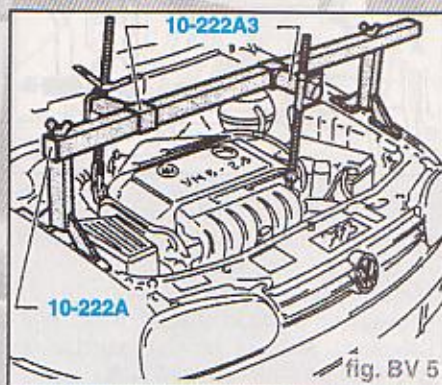

fig. BV 5
- Monter le dispositif de maintien 10-222A avec les supports 10-222A/1 et les adaptateurs 10-222A/3 (fig. BV 5).